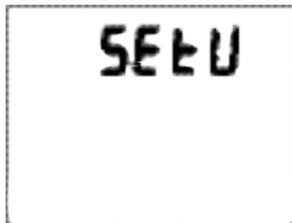

Abb. 31 - EINSTELLUNG U
- Durch Drücken des Knopfs S (Seite) für 8 Sekunden, während der NOR oder GAU HAUPT-Bildschirm angezeigt wird, öffnet Bildschirm EINSTELLUNG U, der durch die Grafik SETU (Abb. 31) gekennzeichnet ist.